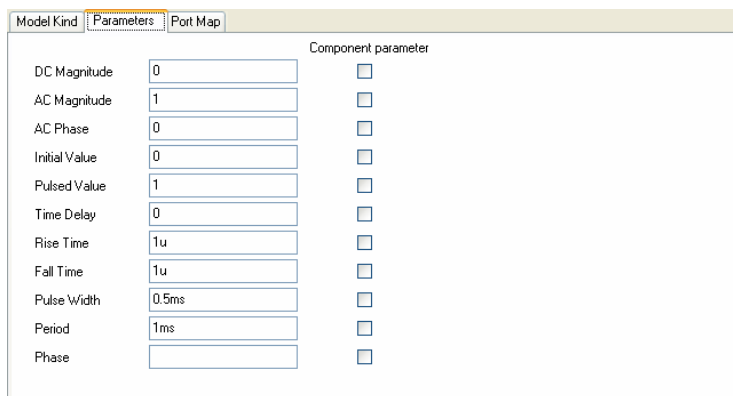

图 6.7 “Parameters”选项页
(3) 单击“Sim Model-Voltage Source/Pulse”对话框中的“Parameters”选项页标签，打开如图 6.7 所示的“Parameters”选项页。